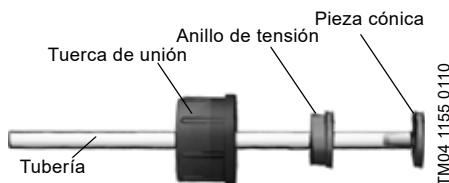

Fig. 6 Conexión hidráulica
2. Introduzca la pieza cónica completamente dentro de la tubería, véase la fig. 6.